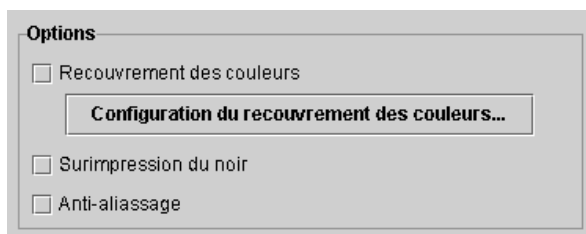

Figure 4-3. Outils de qualité image
- La surimpression du noir de DocuColor 2045/2060/6060 permet d'éviter que le fond d'un objet noir ne soit supprimé ; l'image noire est ainsi imprimée par dessus la couleur, ce qui permet d'éviter les bandes blanches qui peuvent apparaître autour des objets noirs. La Figure 4-3. représente la boîte de dialogue permettant de définir cette fonction.
- **L'Anti-aliassage** permet de réduire l'effet de crénelage qui peut affecter les lignes et les courbes d'un texte ou d'un dessin au trait. La Figure 4-3. représente la boîte de dialogue permettant d'activer cette fonction.